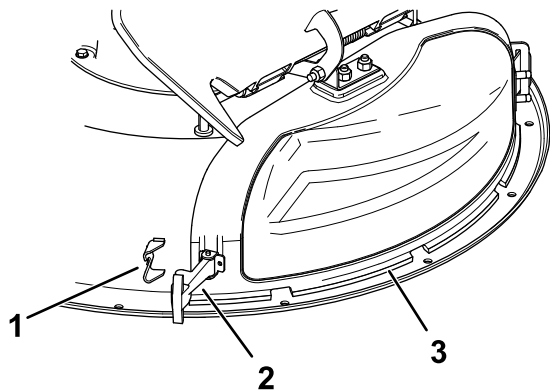

Figura 12
3. Eliberai elementul de fixare flexibil din opritorul acestuia de pe capacul de evacuare i pivotați capacul spre dreapta (Figura 12).
6. Fixai capacul de evacuare la punte prin prinderea elementului de fixare flexibil de pe capacul de evacuare în opritorul de pe punte (Figura 12).